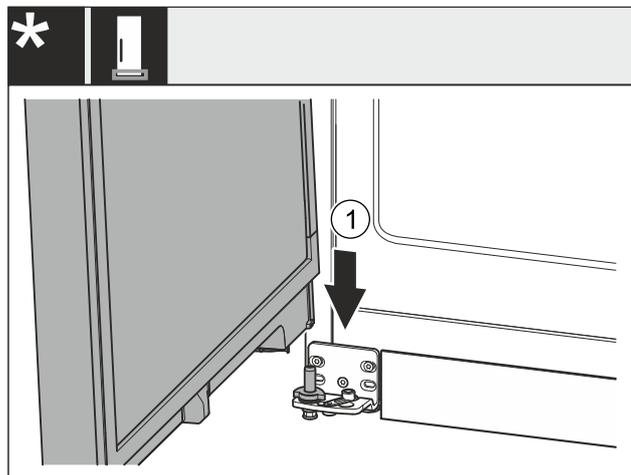

Fig. 43 *
- ▶ Tür von oben auf den unteren Lagerbolzen Fig. 43 (1) aufsetzen.*